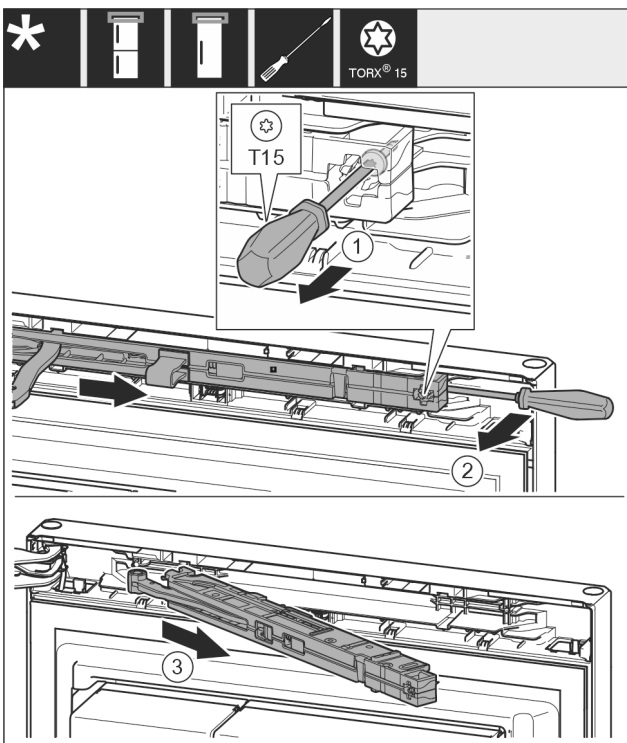

Fig. 13
- ▶ Schraube Fig. 13 (1) an Schließdämpfereinheit mit Schraubendreher 14 mm lösen.
- ▶ Schließdämpfereinheit Fig. 13 (2) griffseitig mit Schraubendreher nach vorne aushebeln.
- ▶ Schließdämpfereinheit Fig. 13 (3) herausziehen.